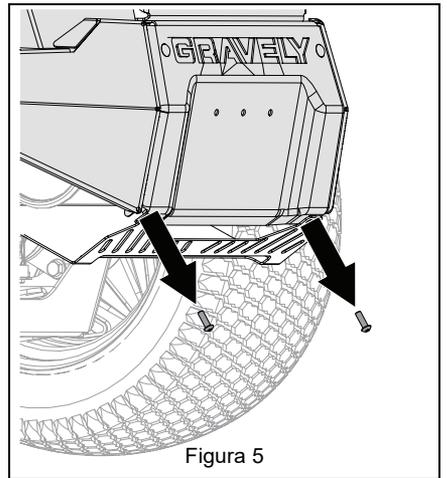

Figura 5
2. Quite y conserve dos tornillos que fijan el silenciador al escudo térmico. Consulte Figura 5.